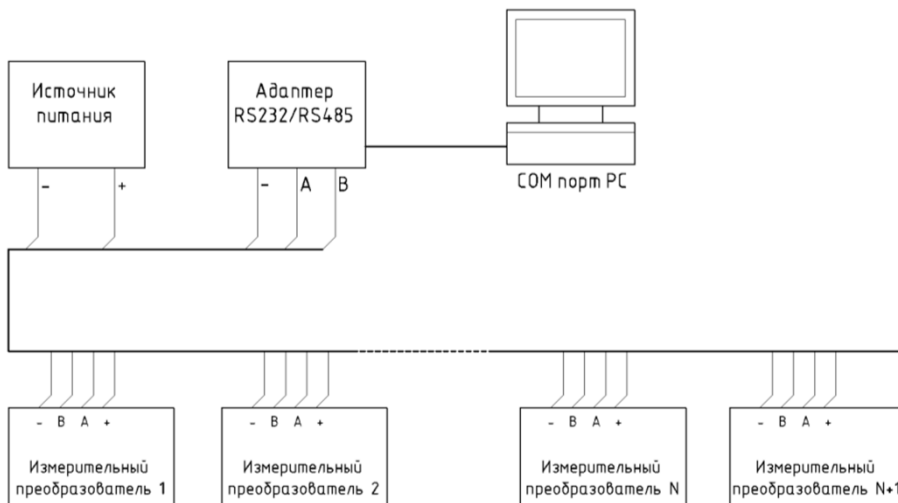

Рис.7. Схема подключения измерительных преобразователей.
6.3. Подключение преобразователя к измерительной системе осуществляется по четырем проводам - по одной паре подается напряжение питания (цепи - и +), по другой происходит обмен по интерфейсу RS-485. Преобразователи подключаются к четырехжильному кабелю параллельно, как показано на рис.7.